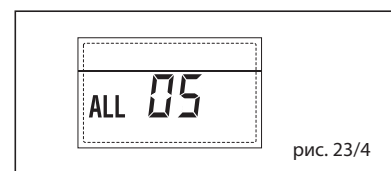

рис. 23/4
- БЛОКИРОВКА ПЛАМЕНИ "ТРЕВ. 06" (рис. 23/5)